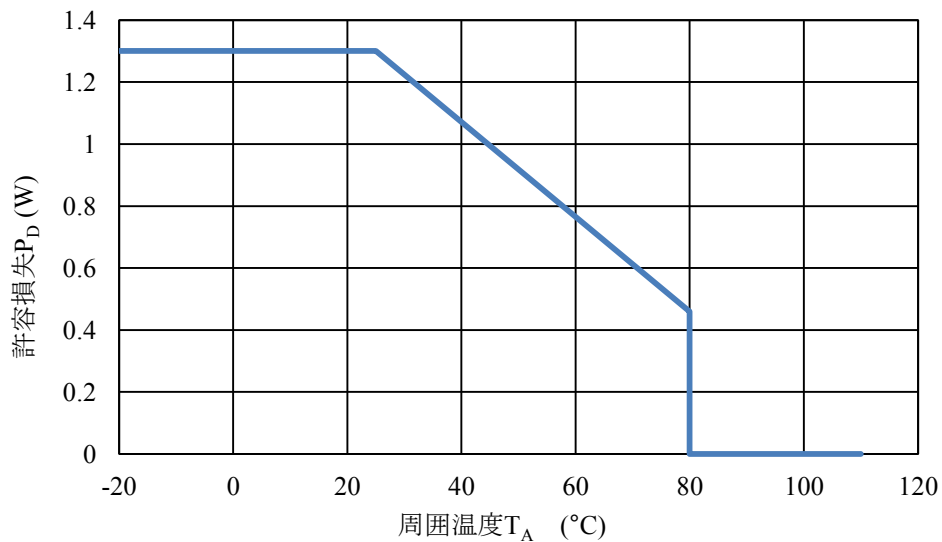

図 5-1 熱減定格曲線
* V_{IN} と I_{LED} には次式の関係があるため、条件によって値が異なります。許容損失 P_D は図 5-1 熱減定格曲線より算出してください。